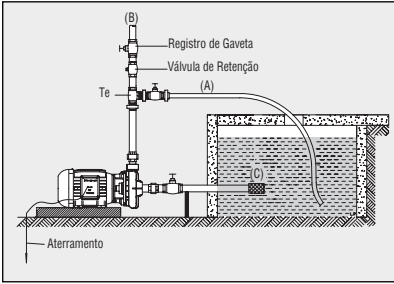

Figura 20 - Instalação Bomba MSA com sucção positiva
- Para o correto funcionamento da bomba, quando bombeando água com sólidos em suspensão, recomendamos colocar um Tê no bocal de recalque: em uma das extremidades, conecte um registro e acople uma mangueira (item A da Figura 20), direcionando-a de volta ao local de sucção para misturar as partículas ao líquido a ser bombeado, e na outra extremidade, a tubulação de recalque (item B da figura 20). Cuide para que a mangueira de recirculação fique afastada da tubulação de sucção, evitando desta maneira, a formação de bolhas de ar. Instale, também, um pré-filtro
(tipo cesto) (item C da figura 20) na sucção, a fim de impedir a passagem de sólidos de diâmetros maiores que os especificados na Tabela 6.